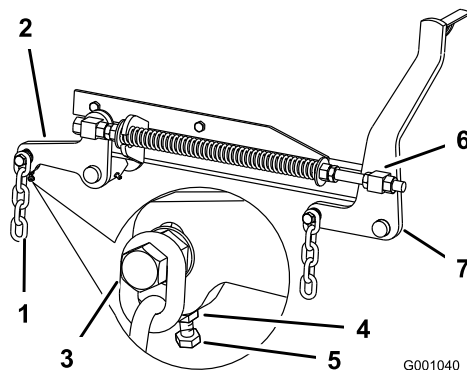

Figure 68
7. Si la distance mesurée au point **B** ou **C** n'est pas correcte, desserrez le boulon de fixation de la chaîne arrière au bras de support arrière (Figure 68).
8. Desserrez l'écrou de blocage sous le bras de support arrière et agissez sur le boulon de réglage de manière à obtenir une distance de 79 à 83 mm (Figure 68).
7. Desserrez d'environ 13 mm les écrous de blocage à l'avant des pivots avant gauche et droit (Figure 68).
8. Réglez les écrous de relevage sur les côtés gauche et droit de la machine de manière à abaisser l'avant de 6 à 10 mm au point **A** par rapport au point **B** à l'arrière (Figure 68).